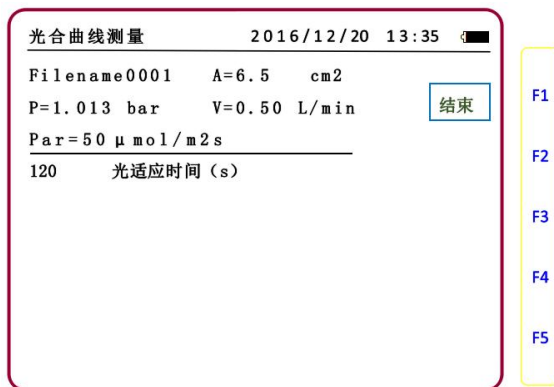

图 50
触摸 F4 [开始]键光合曲线测量开，如下图 50，光适应时间开始计时。界面显示计时时间、叶面积 (A)、气体流量 (V)、起始光强 (Par)。按 F1 [结束]键可终止测量返回上一界面。